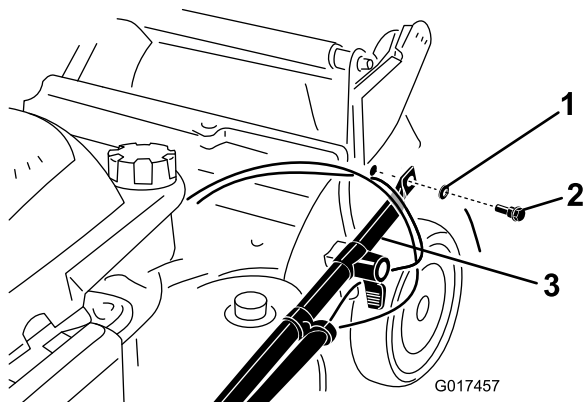

Figura 4
2. Fije los extremos del manillar al alojamiento de la máquina con 2 arandelas y 2 pernos de manillar (Figura 4), pero no apriete los pernos del manillar.
Importante: Coloque los cables en el exterior del manillar (Figura 4).